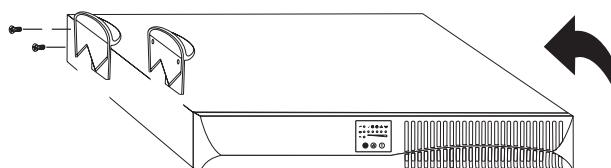

Рисунок 6. Установка подставок ИБП с двумя модулями.
5. Положите ИБП горизонтально таким образом, чтобы оставался доступ к левой части устройства (см. рис. 6).